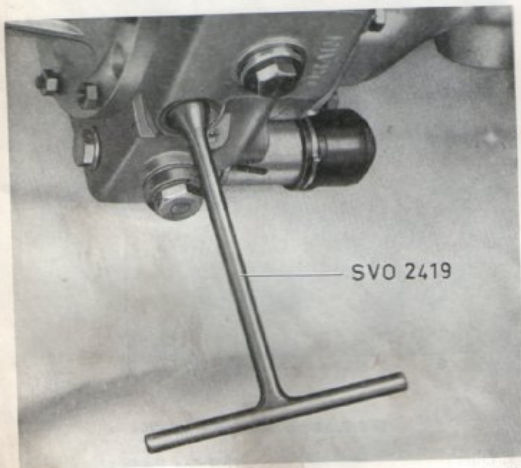
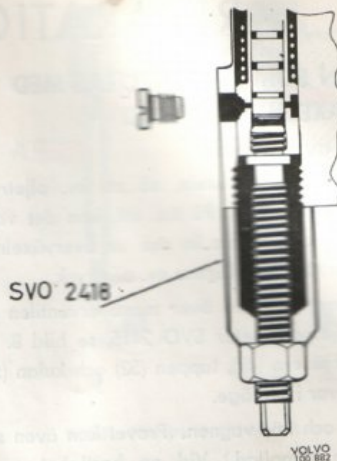

Bild 11. Demontering av ventilsåte, oljepump
Bild 12. Demontering av oljepump
2. Lossa proppen under oljepumpen och tag ut fjäder (8) och kula (6). Lossa ventilsåtet (7) med nyckel SVO 2419, se bild 11. Rengör och kontrollera delarna.
4. Pumpen demonteras på följande sätt: Lossa skruven, som håller pumpen, genom hålet i förlängningsstycket (58). Skruva fast avdragaren SVO 2418 på ventilsåtets plats och drag ut pumpen, se bild 12.
8. Tag bort propparna och tag ut delarna för manöverventil, reduceringsventil och utloppsventilen för pumpen. Tag bort låsskruven och tag ut oljepumpen. Om pumpen sitter hårt fast, demonteras ventilsåtet med nyckel SVO 2419, se bild 11. Därefter drages pumpen ut med avdragare SVO 2418, se bild 12.